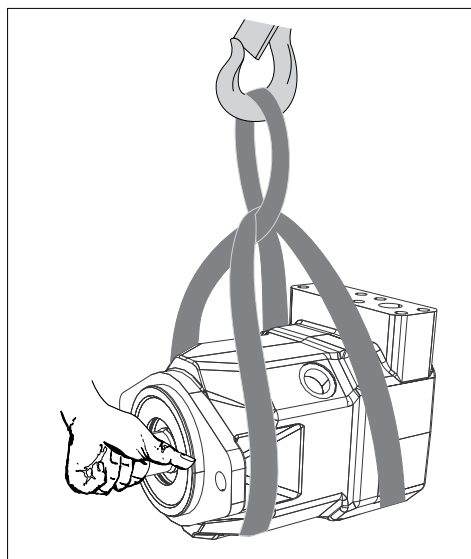

Fig. 5: Trasporto con nastro di sollevamento
- ▶ Sistemare il nastro di sollevamento attorno all'unità a pistoni assiali in modo che esso non scorra su componenti (ad es. valvole) e che l'unità a pistoni assiali non venga agganciata a componenti (vedere fig. 5).